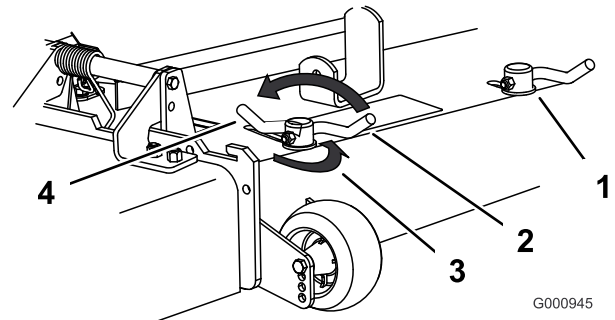

Figura 26
3. Para ajustar los bloqueos de leva, levante la palanca para aflojar el bloqueo de leva (Figura 26).
5. Devuelva la palanca a su posición original para apretar el deflector y los bloqueos de leva (Figura 26).